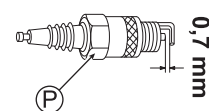

Afb. 36
1. Verwijder de bougiedop (Q). (Zie afb. 36)